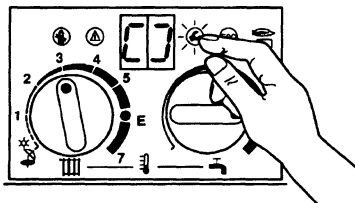

Рис. 47
- Нажать на сервисклавишу и держать так долго, пока не высветиться "[]", рис. 47.